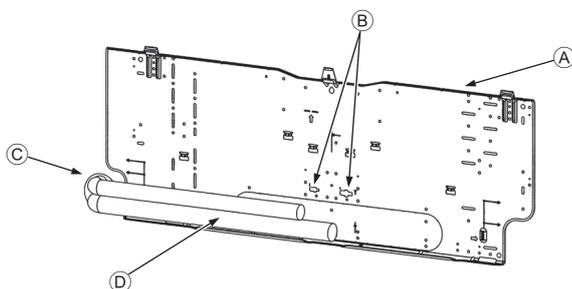

Fig. 3-5
- Ⓓ Vis de fixation (4 × 25) ②
- Ⓕ Planche d'installation ①
3.3. Lors de l'insertion des tuyaux dans le mur (Fig. 3-5)
- Ⓐ Planche d'installation ①